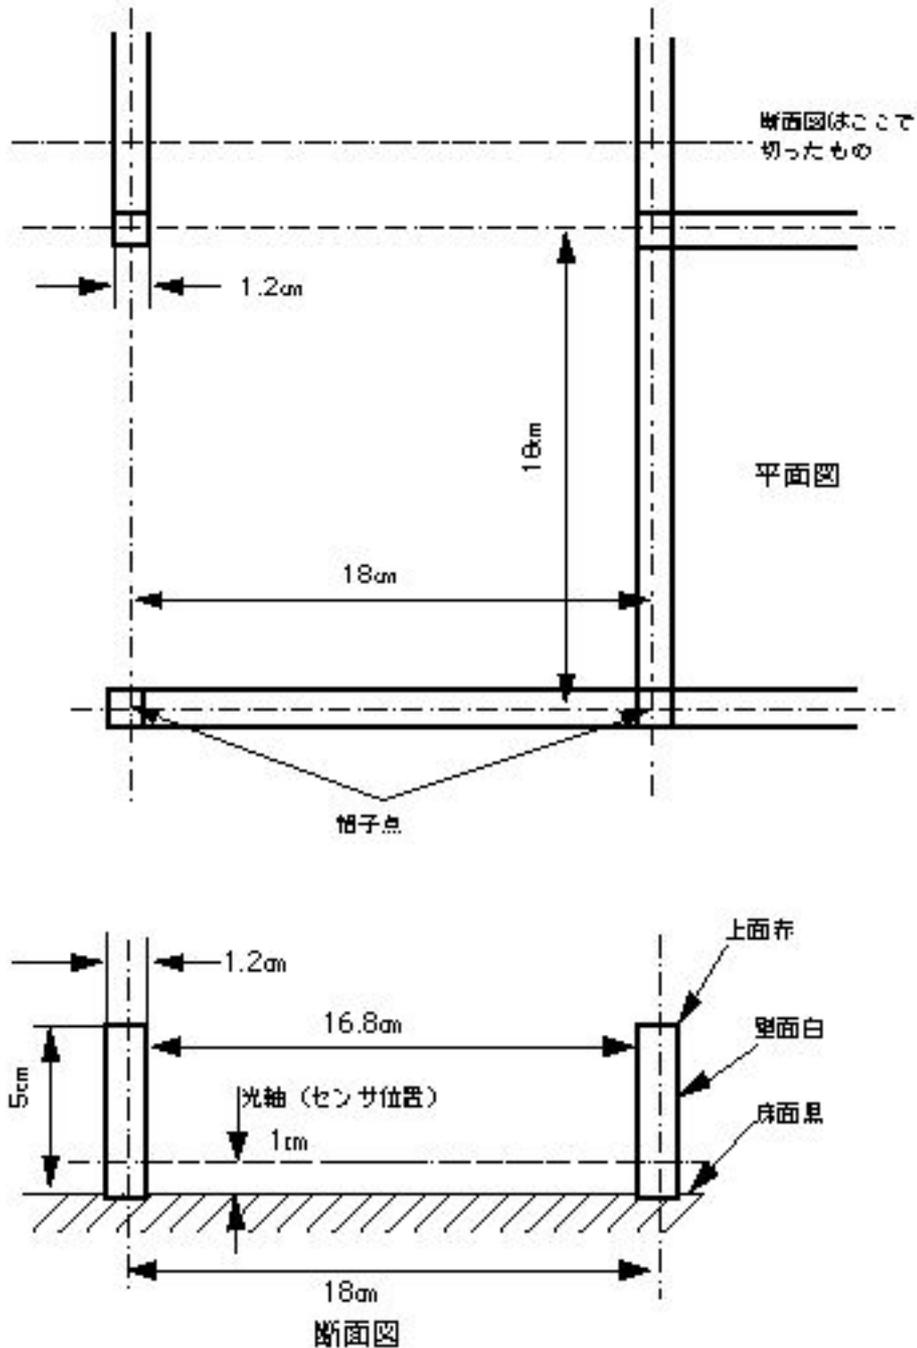

図1. 迷路の構造
(図1参照)
- 2-4 各単位区画の四隅にある1.2cm×1.2cmの小正方形部分を格子点と呼ぶ。終点の中央を除いたすべての格子点には少なくとも1つの壁が接している。(図1参照)
光軸は水平であり、床面より1cmの高さにある(図1に示されている)。